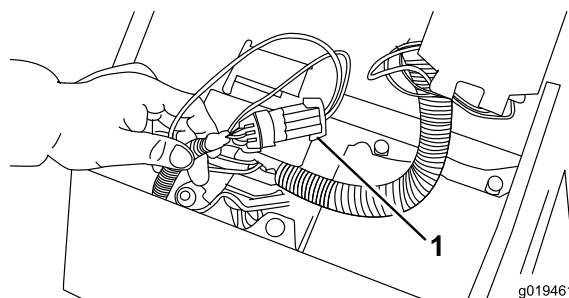

Bild 41
2. Öffnen Sie die Armaturenabdeckung. Ermitteln Sie den Kabelbaum und den Rückführungsstecker. Ziehen Sie den Rückführungsstecker vorsichtig vom Kabelbaumanschluss ab (Bild 41).